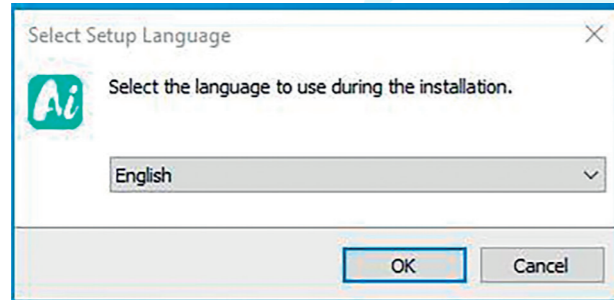

Figura 3
4.1.2 Seleccione «Idioma de configuración», como se muestra en la Figura 3: